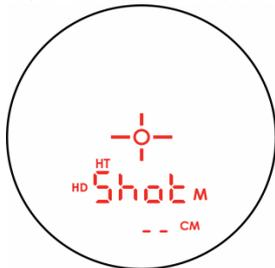

图 25
1. 短暂按下  或  进行滚动，直至主显示器看起来与图 25 相似。